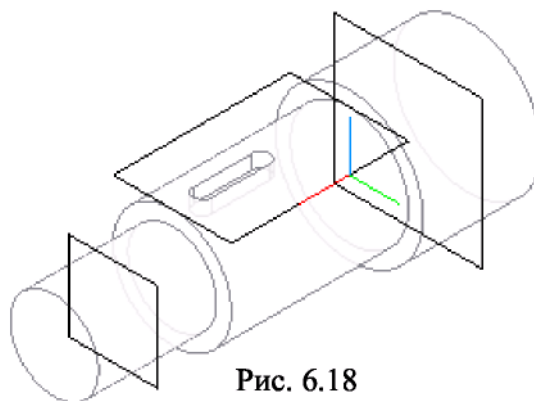

Рис. 6.18
4. Паз формируем с использованием команды **Вырезать выдавливанием** (рис. 6.18).